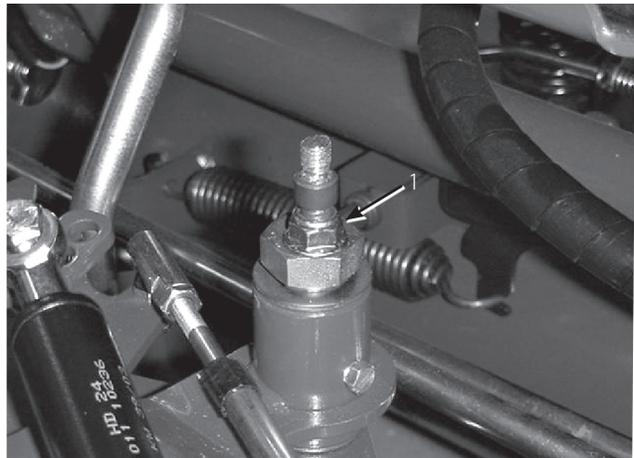

図 53
- トラクション調整カムのロックナットをゆるめる (図53)。